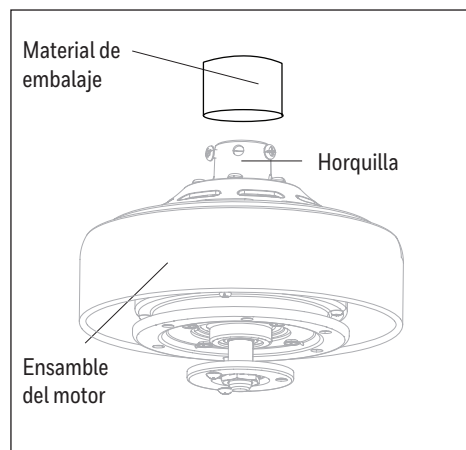

Figura 2.3
3. Retire y deseche el material de embalaje naranja de la horquilla del ensamblaje del motor (Figura 2.3).